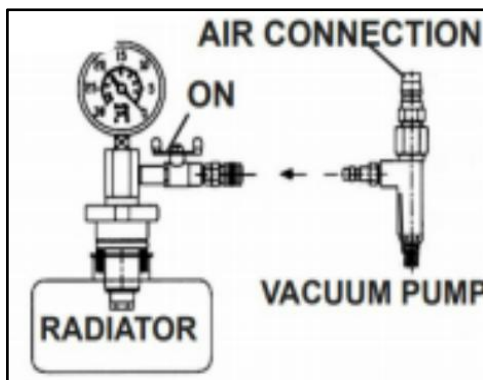

FIG.2
3. 4 Aprire la valvola (Fig.2) e attivare l'alimentazione dell'aria.